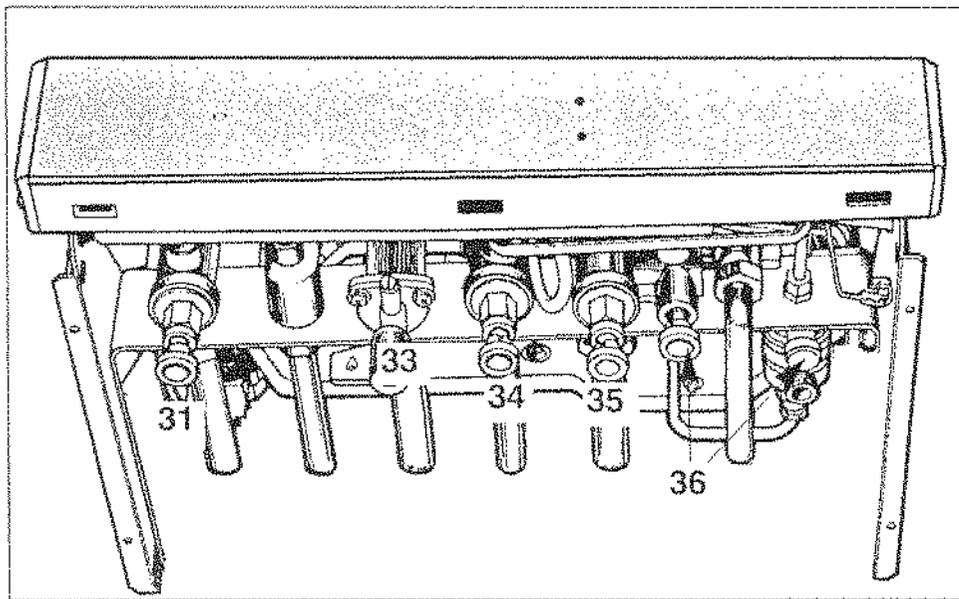

Fig. 14
Ouvrir le robinet d'eau froide "34" (fig. 14) sur la traverse robinetterie ;
- Vérifier que les robinets départ chauffage "31" (fig. 14), retour chauffage "35" (fig. 14) sont bien ouverts ;
- Ouvrir les 2 robinets de remplissage et d'isolement "36" de couleur grise (fig. 14) ;
- Ouvrir le robinet d'arrivée de gaz "33" (fig. 14) ;